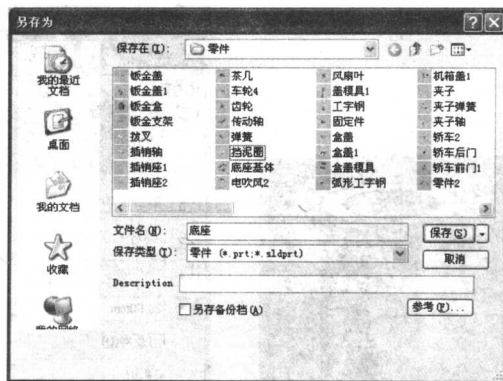

图 1-7 “另存为”对话框
(7) 单击标准工具栏中的“保存”按钮 ()，打开“另存为”对话框，如图 1-7 所示。在“文件名”文本框中输入“底座”，然后单击  按钮，将该零件保存起来。至此，该装配体即制作完成。